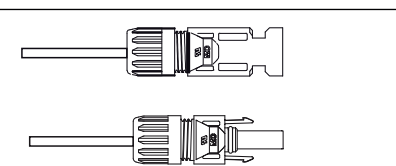

Figura 4.15 Conector com a rosca do conector aparafusada
3. Crimpe o pino de contato no fio usando uma ferramenta de crimpagem de fio adequada. (Veja a figura 4.15)